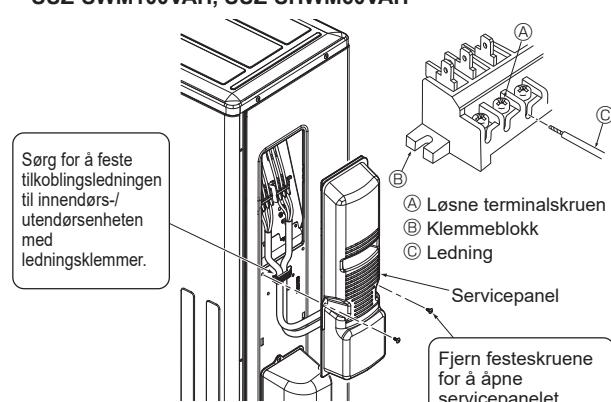

Fig. 6-3
6.1. Utendørsenhet (Fig. 6-1, Fig. 6-2, Fig. 6-3)
- ① Fjern servicepanelet.
- ② Koble til kablene med henvisning til Fig. 6-1, Fig. 6-2 og Fig. 6-3.